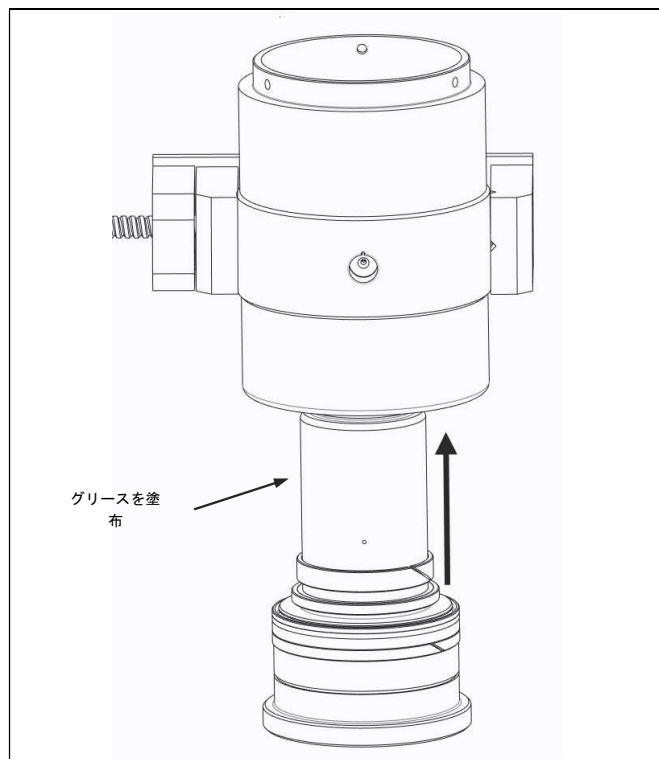

図 4.7 グリースの塗布およびピストンの取り付け
- a) ピストンアセンブリをボディにスライドさせるときは、内側面に損傷を与えないように注意します。（図 4.7）